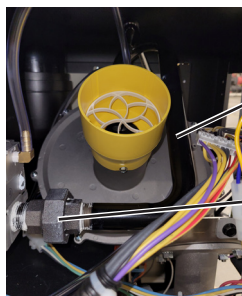
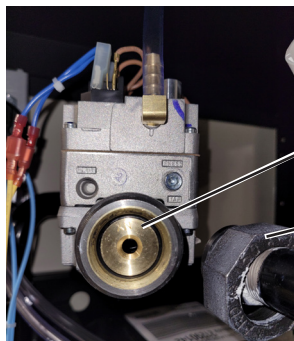

Figure 4.
Figure 5.
7. REMPLACEZ L'ORIFICE DE GAZ : Utilisez une pince multiprise ordinaire pour desserrer le circuit de gaz au niveau du raccordement de l'orifice d'évacuation des gaz (près de la soupape de gaz) et remplacez l'ORIFICE D'ÉVACUATION DES GAZ. Jetez l'ancien orifice d'évacuation des gaz. **Assurez-vous que le joint torique est installé autour du rebord extérieur de l'orifice d'évacuation des gaz et que ce dernier est placé de manière affleurante à l'intérieur du raccord.** Serrez le raccord à l'aide de la pince multiprise ordinaire Voir Figure 4 et Figure 5.
indiqué sur la Figure 5.